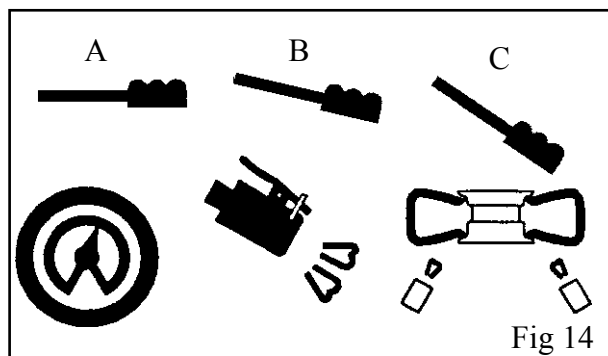

Fig 14
- Appuyer sur la pédale de gonflage dans la position intermédiaire (**B** - Fig.14).
- Appuyer à fond la pédale (**C** - Fig. 14). Un jet d'air puissant sortira des buses qui se trouvent sur les support coulissants en permettant le tallonage.